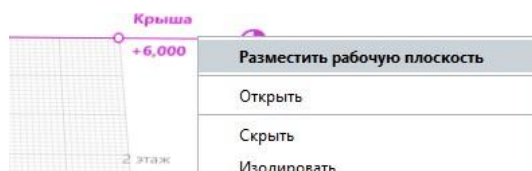

Рис. 4 Размещение Рабочей плоскости
4. Далее построим крышу над остальными стенами. Размещаем **Рабочую плоскость** на уровне **Крыша**: для этого щелкаем ПКМ по **уровню Крыша** и выбираем из контекстного меню – **Разместить рабочую плоскость** (рис. 4)